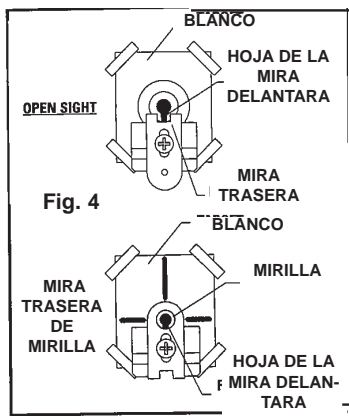

Fig. 4
- Abra el cerrojo. (Vea la Sección 4.1, Fig. 4)